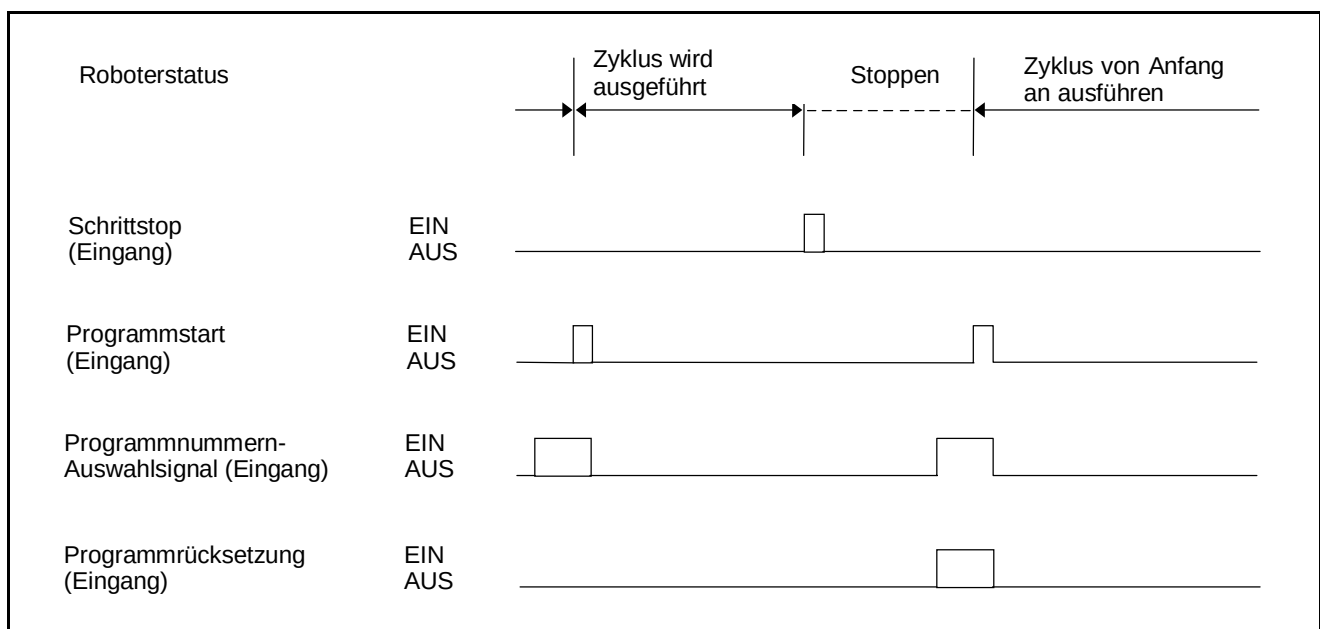

Abbildung 5-46 Eingangsbedingungen und Betrieb des Programmrücksetzungssignals
- ① Abbildung 5-46 zeigt die Eingangsbedingungen und ein Diagramm zum Zeitverhalten beim Betrieb.
- ② Verwenden Sie das Signal "Programmrücksetzung" zusammen mit einem Programmnummern-Auswahlsignal, und geben Sie es vor dem Programmstartsignal (1 ms oder mehr) ein.
- ③ Schalten Sie das Programmrücksetzungssignal nach dem Starten des Roboterbetriebs (nach der Ausgabe eines Programmstartrücksetzungssignals) AUS.
- ④ Ein Programmnummern-Auswahlsignal ist erforderlich, um das Programm mit der gleichen Nummer wie das unterbrochene Programm von Anfang an auszuführen.